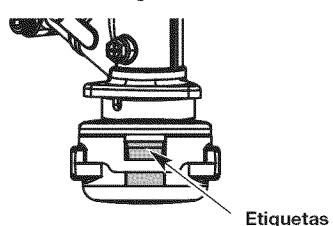

Fig. 14
3. Sujete la perilla del cabezal de corte y haga girar el cabezal de corte en el sentido de las agujas del reloj para enrollar la línea en el carrete interior hasta que salga 5 pulg. (12.7 cm) por cada lado del cabezal de corte (Fig. 14)